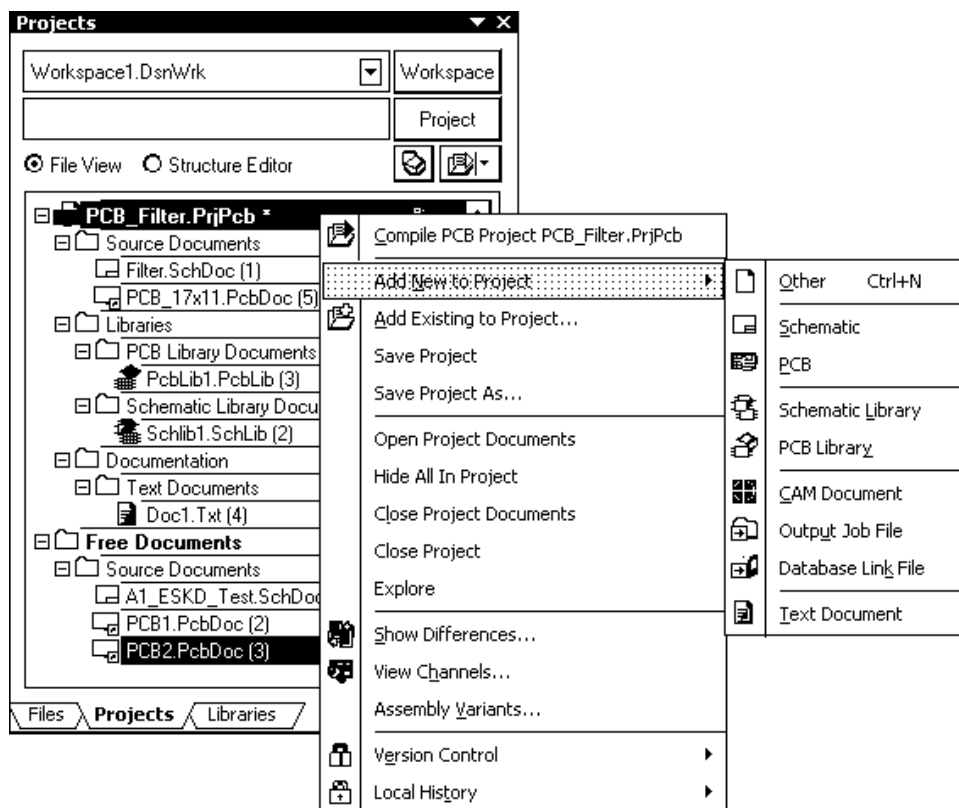

Рис. 1.2. Меню команд управления документами проекта
- Поставить курсор на имя проекта в плавающей панели **Projects** и щелчком правой кнопки мыши вызвать контекстное меню (рис. 1.2), в котором ак-